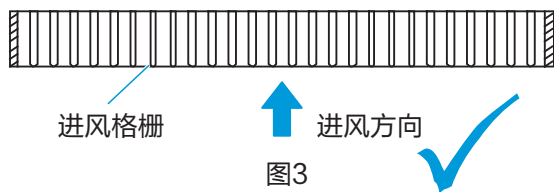

图3
- 回风箱进风面板制作时要注意使风格栅角度与进风方向保持平行，见图3。